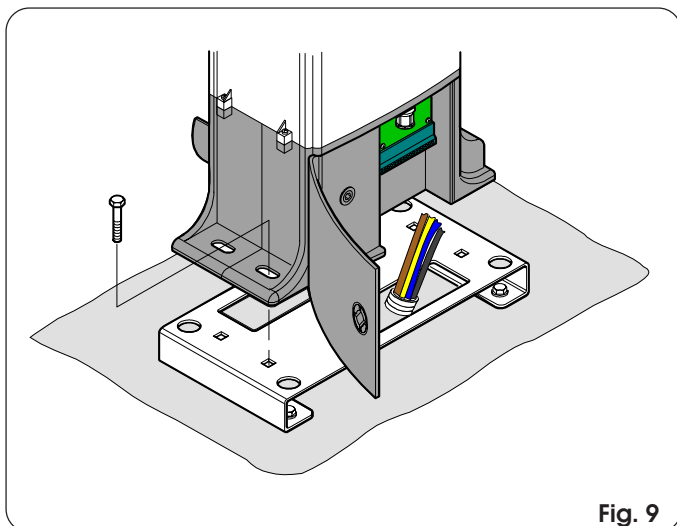

Fig. 9
- Plaats de aandrijving met de bijgeleverde schroeven op de plaat, zoals op fig. 9.